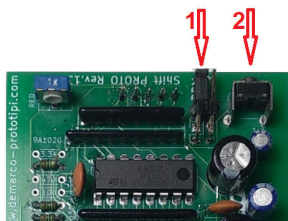

Fig.3.0: 1.Jumper in RPM position 2. RPM/Gear Push Button
- a. Se il dispositivo presenta un unico pulsante, sposta il jumper accanto ad esso su "RPM" (Vedi fig.3.0)